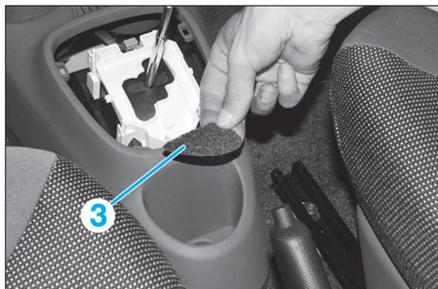

FIG. 33
- Déposer le fond de rangement (3) (Fig.33).